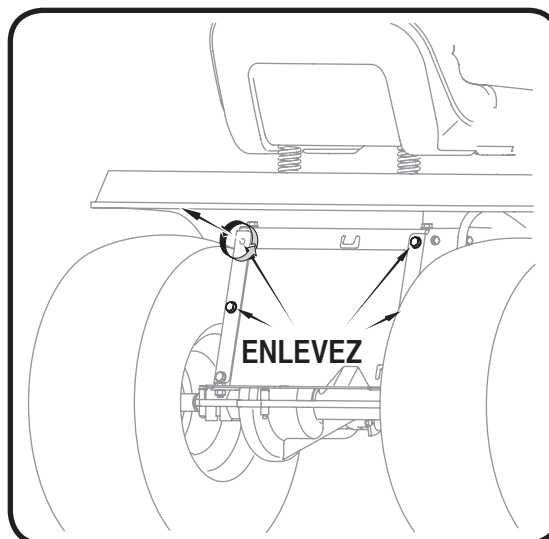

Figure 7
1. Retirez les quatre vis autotaraudeuses supérieures de l'arrière du tracteur de pelouse. Voir la Figure 7 de la page précédente.